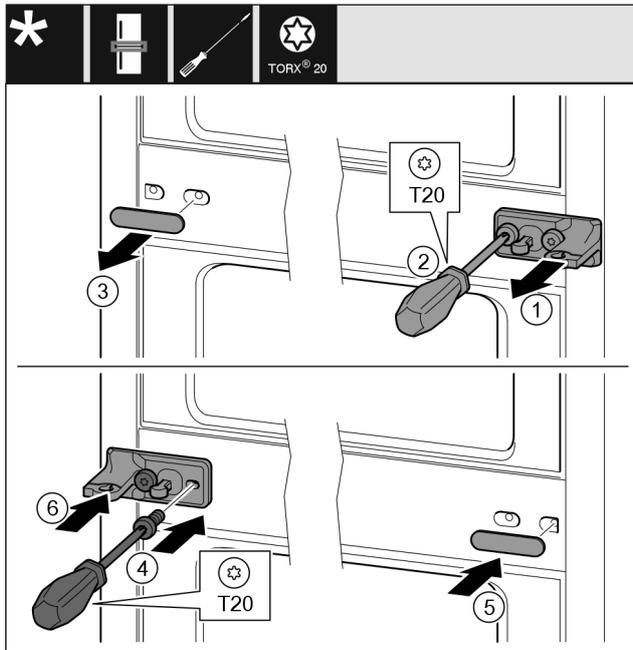

Fig. 34
- ▶ Снимите шайбу Fig. 34 (1).
- ▶ Выкрутите винты Fig. 34 (2) отверткой.
- ▶ Осторожно снимите крышку Fig. 34 (3).
- ▶ Плотно прикрутите опорный кронштейн с подкладкой Fig. 34 (4) с другой стороны, повернув его на 180°.
- ▶ Установите крышку Fig. 34 (5) с другой стороны, повернув ее на 180°.
- ▶ Спереди установите шайбу Fig. 34 (6).